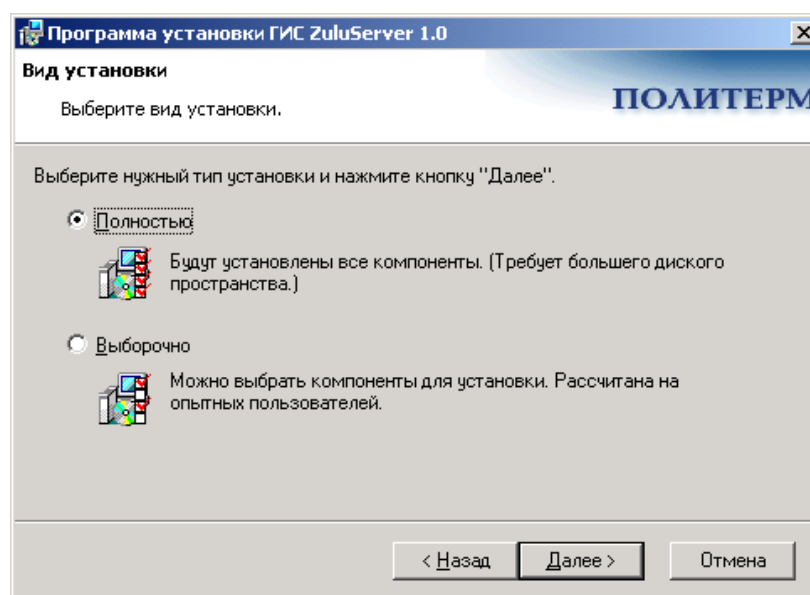

Рисунок 4. - Диалоговое окно Вид установки
- **Полностью**, в этом случае производится установка сразу всех компонентов продукта (рис. 4);